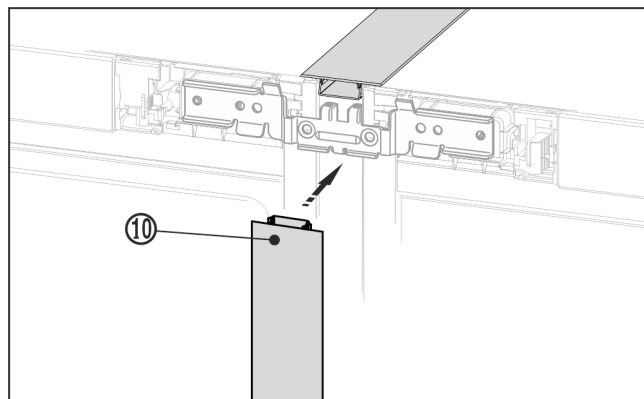

Fig. 22 *
- Na sprednji strani potisnite dolgo zaključno letev Fig. 22 (10) v navpično režo. Pazite pri tem, da bo letev stala na povezovalni plošči.*